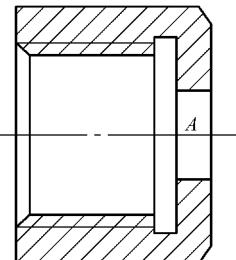

图 12-14 创建块“yglm”（压盖螺母）
10) 创建块“yglm”（压盖螺母），以 A 点为基点，如图 12-14 所示。